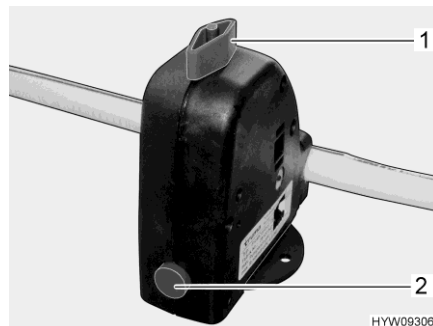

Bild 163 Sicherheits-/Ablassventil (Boiler)
Der Boiler ist mit einem Sicherheits-/Ablassventil (Bild 163) ausgestattet. Das Sicherheits-/Ablassventil verhindert, dass das Wasser im Boiler einfriert, wenn bei Frost die Heizung nicht eingeschaltet ist.
- Sicherheits-/Ablassventil schließen. Dazu den Drehknopf (Bild 163,1) quer zum Sicherheits-/Ablassventil drehen und den Druckknopf (Bild 163,2) hineindrücken.
- Sicherheits-/Ablassventil öffnen. Dazu den Drehknopf (Bild 163,1) längs zum Sicherheits-/Ablassventil drehen. Der Druckknopf (Bild 163,2) springt heraus. Der Boiler wird über das Sicherheits-/Ablassventil nach außen entleert.